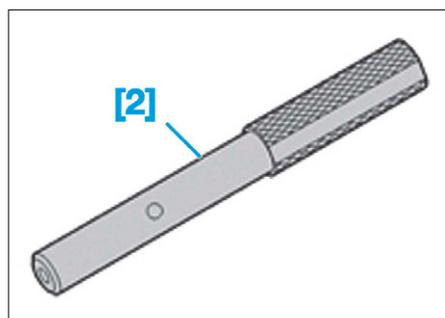

FIG. 2
- [2]. Pige de calage de poulie d'arbre à cames (réf. 0188-M) (Fig.2).